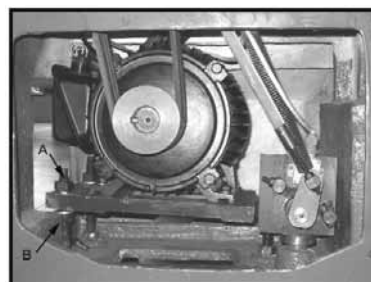

Fig. 20
3. Løsn sekstantmøtrikken (A, Fig. 20). Placer en træklovs under motoren til at understøtte den. Løft motoren op og blokér den midlertidigt.
6. Stram kilere mmene ved at løsne møtrikken (B, Fig. 20) og spænde møtrikken (A, Fig.20) til et let tryk med fingeren giver et udsving af remmene på ca. 3/4".